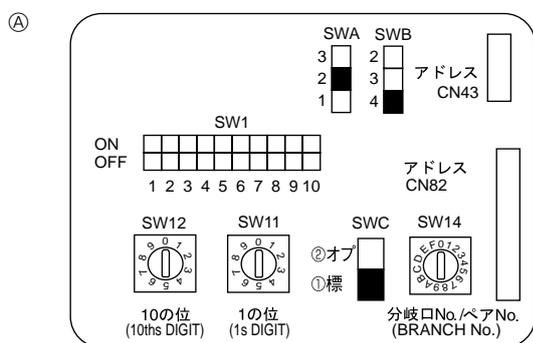

Fig. 4-4
4.5. De aansluitadressen instellen (Fig. 4-4)
4.6. Instellen van schakelaars voor hoge plafonds of bij wijziging van het aantal luchtuitlaten (Fig. 4-4)
④	4 richtingen	2,7 m	3,2 m	4,5 m
③	3 richtingen	3,0 m	3,6 m	4,5 m
②	2 richtingen	3,3 m	4,0 m	4,5 m
4.7. De kamertemperatuur oppikken met de ingebouwde sensor in een afstandsbediening (Fig. 4-4)